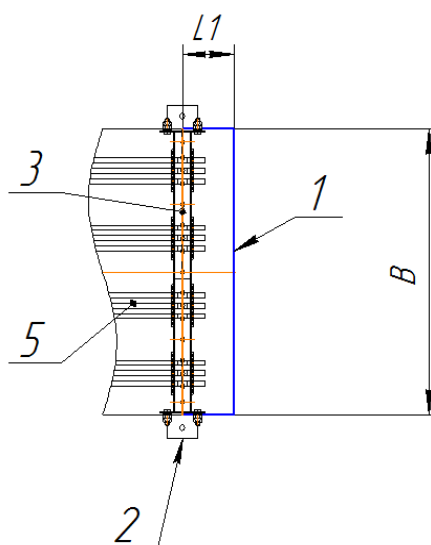

Рисунок 7. Заглушка ШВ2-31-100
**ШВ2-З1-100** – заглушка, длина 100 (Рис. 7);